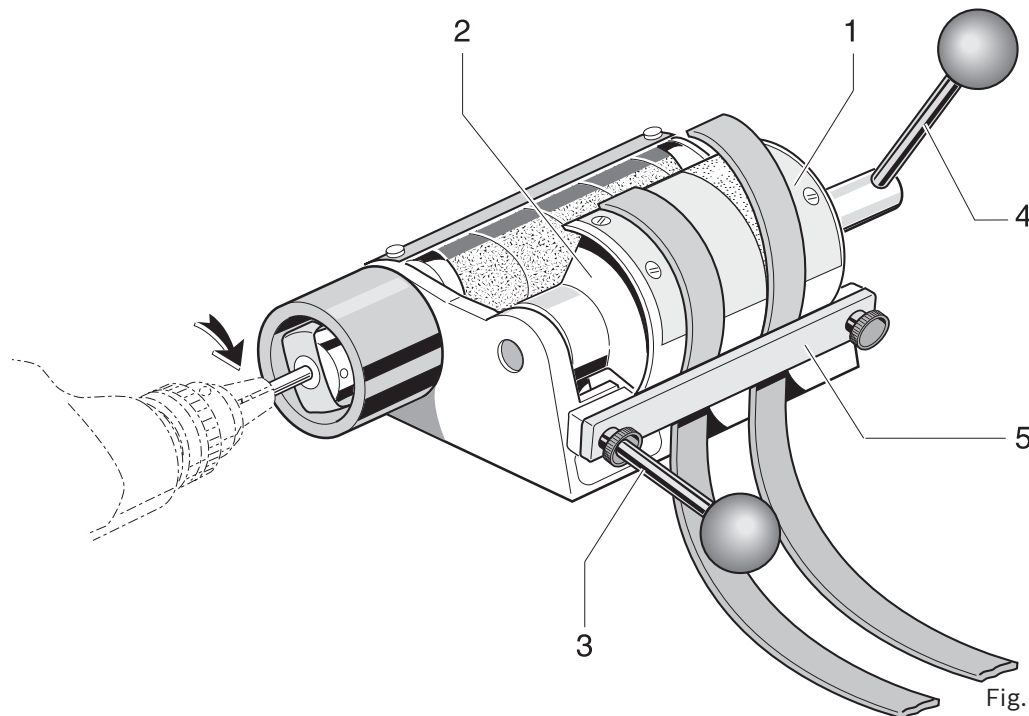

Fig. 2 / Rys. 2
■ **Gurtenden in Ausschärfeinrichtung einlegen (Fig. 2)**
- 1 Schwenktisch (2) durch Ziehen des Schwenkhebels (3) ganz nach hinten (/nach oben) schwenken.
- 2 Gurtende aus Richtung Umlenkung UM mit doppelseitigem Klebeband mittig auf dem Keilsegment (1) des Schwenktisches (2) bündig zur Vorderkante befestigen und mit Klemmvorrichtung (5) festklemmen.
- 3 Exzenterhebel (4) ganz nach hinten ziehen
■ **Wkládanie końców pasa do urządzenia ostrzącego (rys. 2)**
- 6** Schleifstaub vom Keilsegment (Siehe Fig. 2(1)) entfernen und Gurt herausnehmen.
- 6** Usunąć pył po szlifowaniu z klina (patrz rys. 2 (1) i wyciągnąć pas.